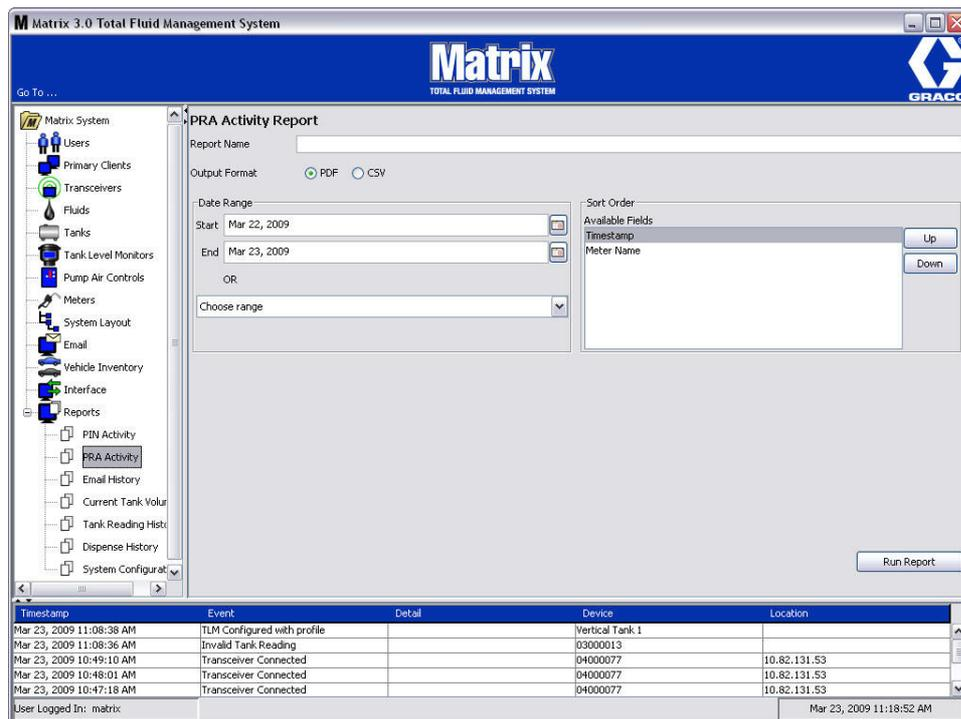

ABB. 169
• TLA-Aktivitätsansicht (ABB. 169)